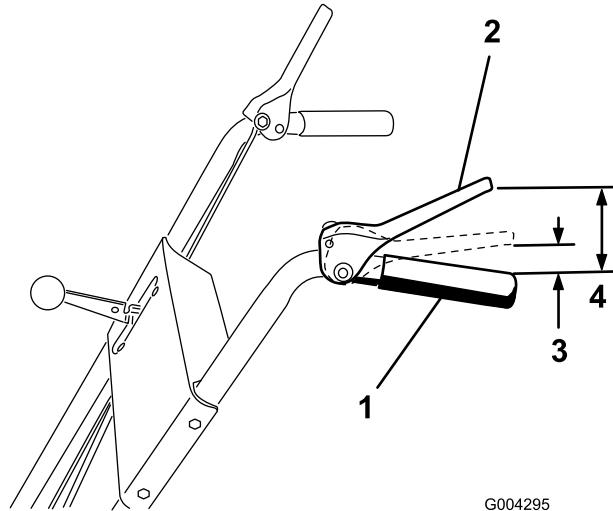

Figure 7
Remarque: Le réglage est correct si les roues cessent de tourner en arrière quand un espace de 3 à 5 cm sépare le haut de la poignée et le bas de la manette de commande de déplacement, comme illustré à la Figure 7.
2. Déplacez les deux écrous à embase en haut ou en bas sur la tige de commande de déplacement jusqu'à ce que le haut de la poignée soit à environ 11,4 cm du bas du levier de commande de déplacement comme illustré à la Figure 7.